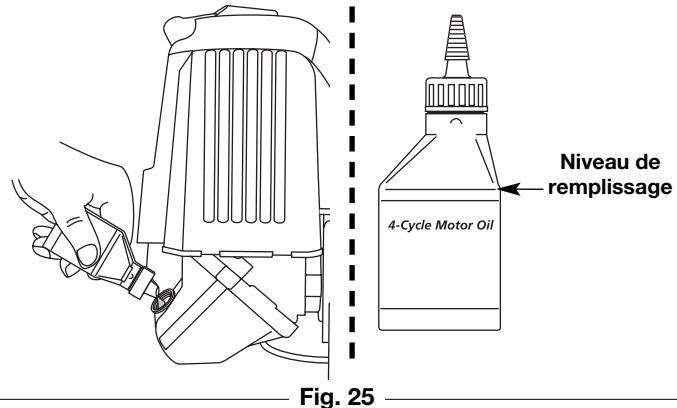

Fig. 25
- REMARQUE :** Mesurez la quantité nécessaire à l'aide de la bouteille et de la buse utilisées lors de la mise en service. 90 ml (3,04 oz) correspond environ au haut de l'étiquette de la bouteille (Fig. 25). Vérifiez le niveau d'huile avec la jauge. S'il est trop bas, ajoutez un peu d'huile par l'orifice et revérifiez. Ne remplissez pas trop (Fig. 25).